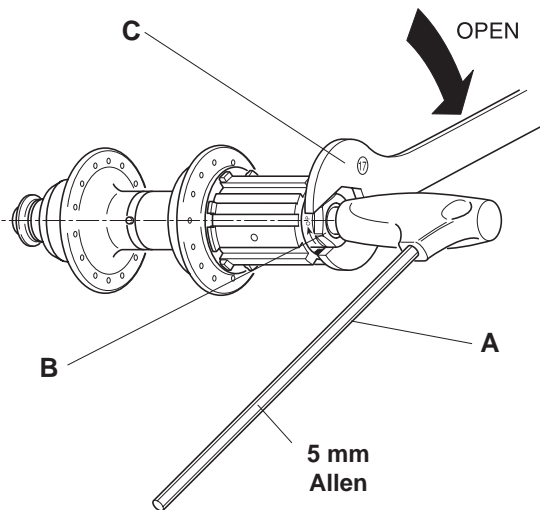

Fig. 11
- Tenete fermo il perno inserendovi per almeno 10mm la chiave a brugola da 5mm (A - Fig. 11) sul lato ruota libera e svitate il dado (B) girandolo con la chiave da 17mm (C) in **senso orario** come indicato dalla freccia presente su di esso.
- Hold the axle steady by inserting (at least 10mm) a 5 mm Allen wrench (A - Fig.11) on the freewheel side and unscrew the nut (B) by turning it **clockwise** with a 17 mm wrench (C) as shown by the arrow marked on it.
- Auf der Seite des Freilaufkörpers des Laufrads den 5 mm Inbusschlüssel (A - Abb.11) tief (mindestens 10 mm) einführen, um die Achse festzuhalten und die Mutter (B) mit dem 17 mm Schlüssel (C) im **Uhrzeigersinn** abnehmen, so wie es der Pfeil auf der Mutter anzeigt.
- Bloquez l'axe en insérant (au moins 10mm) la clé Allen de 5mm (A - Fig.11) sur le côté roue libre et dévissez l'écrou (B) en le tournant avec la clé de 17mm (C) **dans le sens des aiguilles d'une montre** comme indiqué par la flèche qui se trouve sur celui-ci.
- Mantened bloqueado el eje introduciendo al menos 10mm la llave allen de 5mm (A - Fig.11) en el lado de la rueda libre y desenroscar la tuerca (B), girándola con la llave de 17mm (C) en el **sentido de las agujas del reloj**, como se indica con la flecha que aparece en él.
- Hou de as stevig vast door een 5 mm imbusleutel (A - Fig.11) in de as te plaatsen (minstens 10 mm.) aan de cassettezijde en draai de moer (B) los met de **wijzers van de klok** mee met behulp van een 17 mm sleutel (C), zoals met een pijl staat aangegeven.